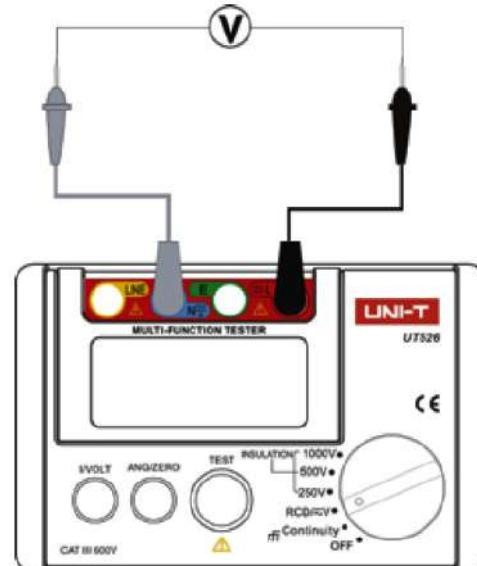

Рисунок 4
9. ТЕСТИРОВАНИЕ НАПРЯЖЕНИЯ (см. рисунок 4)